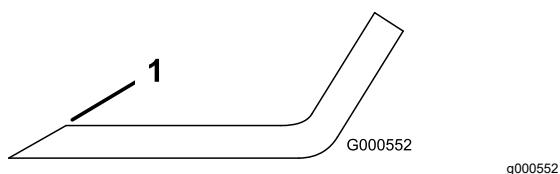

Figura 83
- Utilize uma lima para afiar aresta de corte em ambas as extremidades da lâmina (Figura 83).
**Nota:** Se lâmina não estiver equilibrada, lime algum metal da extremidade da aba apenas (Figura 83).